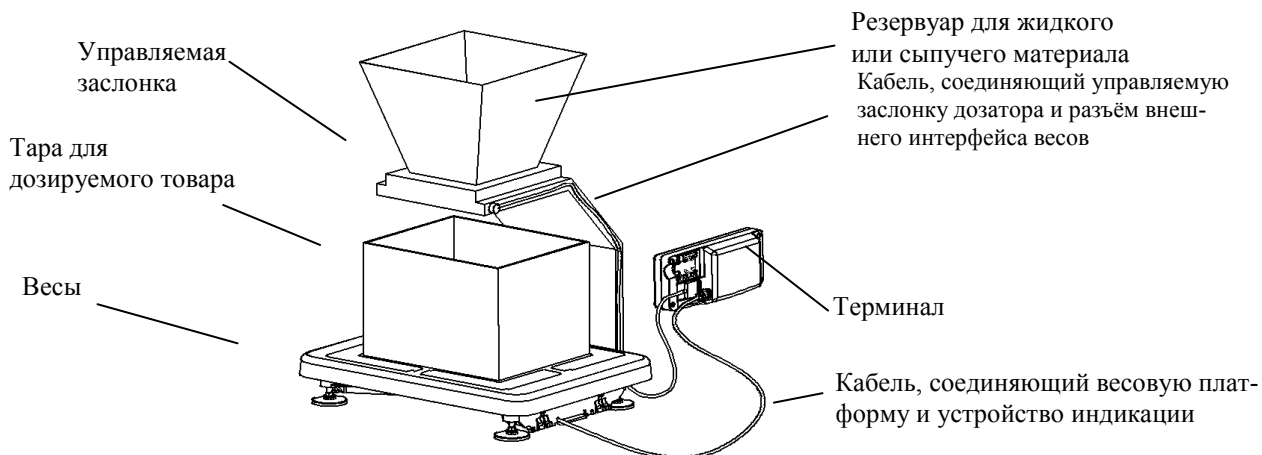

Рис. 4.2 - Подключение дозирующего устройства к весам
4.8.1 Сигналы, формируемые весами в режиме управления дозирующим устройством, приведены на Рис. 4.2.